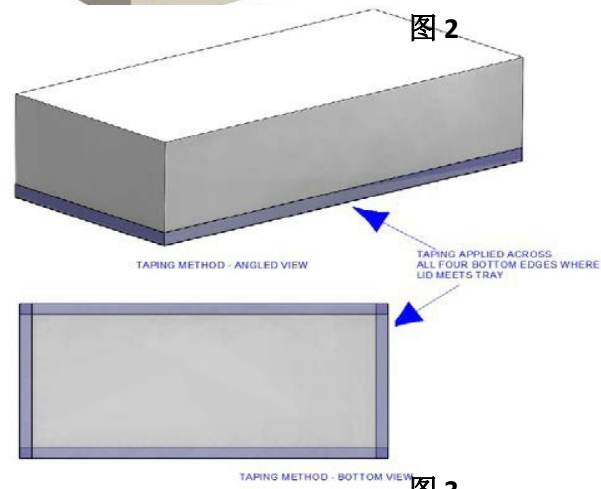

图 3
3. 所有伸缩式外包装箱均应在顶盖与底托盘相交处的所有四个边缘上粘贴胶带（参见右图 3）